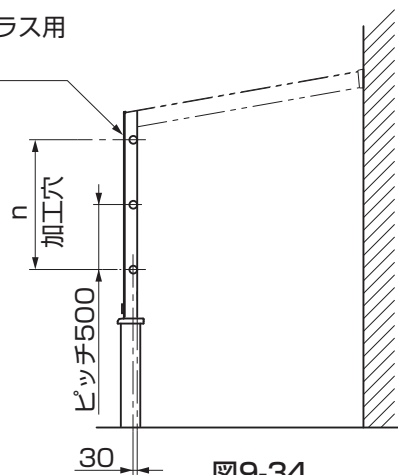
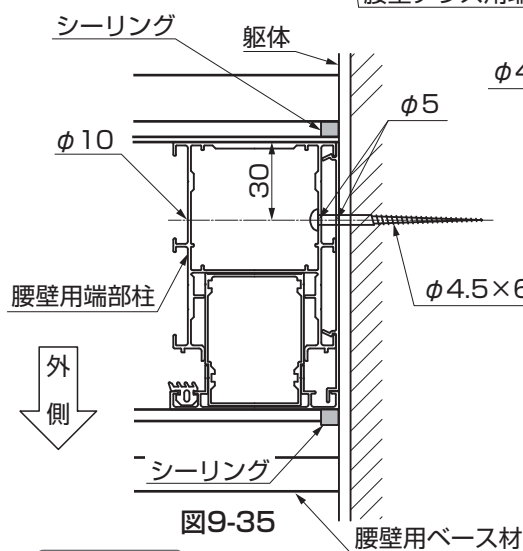
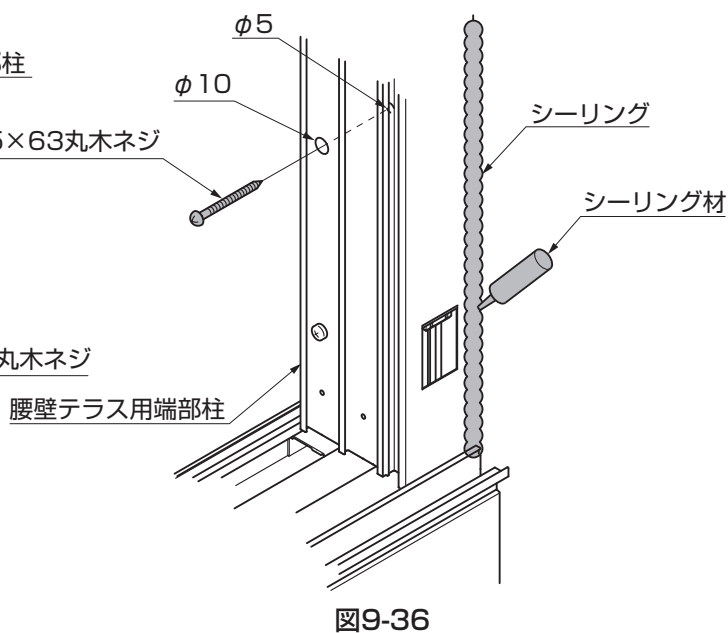

図9-34
図9-35
図9-36
- ①入隅側の腰壁テラス用端部柱に、φ10、φ5の穴をあけてください。(図9-34、図9-35、表9-6参照)
- ②腰壁テラス用端部柱と躯体を、「φ4.5×63丸木ネジ」で取付けてください。(図9-35、図9-36参照)
- ③腰壁テラス用端部柱と躯体の取合せ部にシーリングをしてください。(図9-36参照)